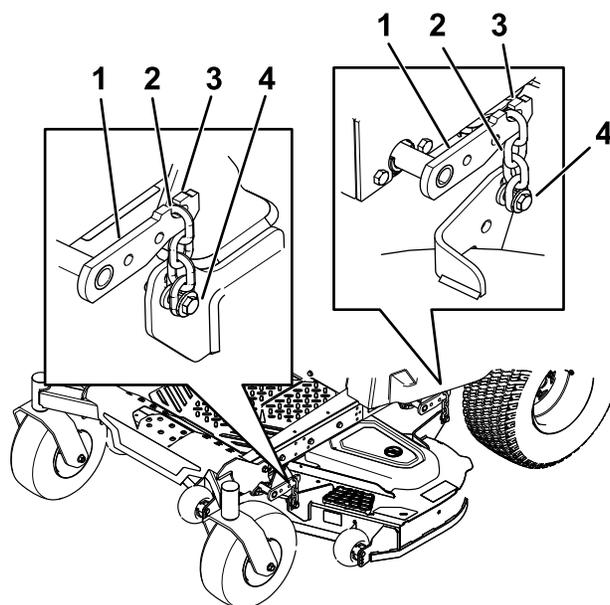

**Рисунок 75**
6. Снимите игольчатый шплинт и шайбу крепления соединительного пальца к раме и деке и снимите соединительную штангу (Рисунок 75).
9. Закрепите соединительный палец с помощью ранее снятых игольчатых шплинтов и шайб (Рисунок 75).